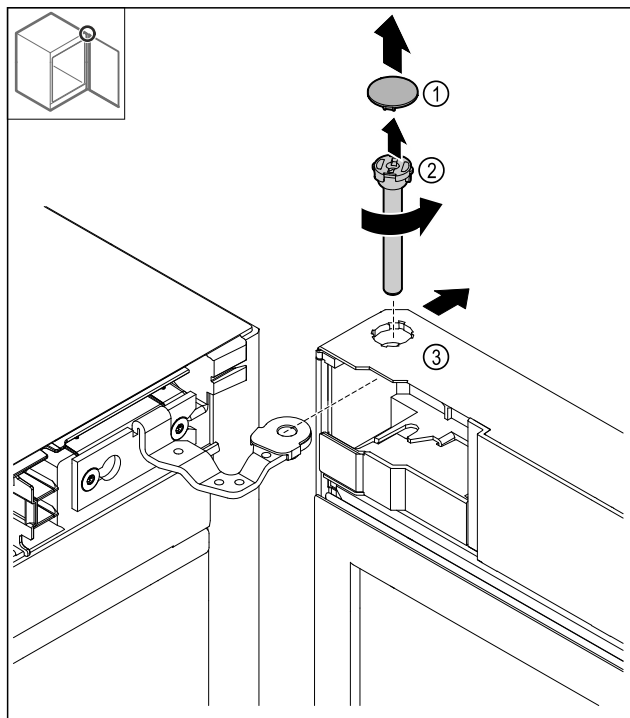

Fig. 18
- Odstranite pokrov Fig. 18 (1).
- Sornik Fig. 18 (2) odvijte v nasprotni smeri urinega kazalca in ga odstranite.
- Rahlo nagnite vrata Fig. 18 (3).